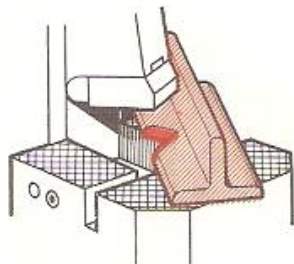

Fig.27
- Troquelado y entallado (figs. 27, 28 y 29);